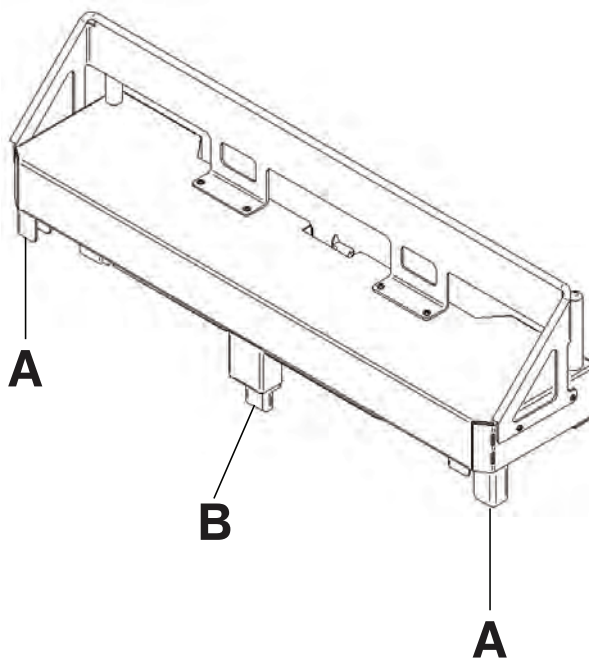

Figure 2-118 : Fixation du prolongateur de lit en option
3. Insérer les jambes du prolongateur de lit en option (A) et le connecteur du pied de lit (B) du côté pieds du produit (Figure 2-118 à la page 2-111).